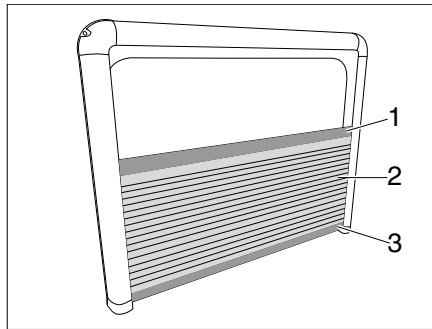

Fig. 81 Store, plissé
- Tirer le store occultant (Fig. 81,2) de la barrette supérieure (Fig. 81,1) vers le haut et faire glisser la barrette inférieure (Fig. 81,3) vers le bas.
- Faire glisser la barrette supérieure (Fig. 81,1) vers le bas. La fenêtre ouverte est protégée par une moustiquaire.
- faire glisser la barrette inférieure (Fig. 81,3) vers le haut. La fenêtre ouverte n'est pas protégée par une moustiquaire.